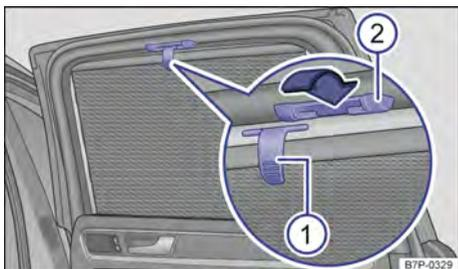

Fig. 126 No vidro traseiro direito: cortina de proteção solar.
- Puxar a cortina de proteção solar pela alça frontal → Fig. 126 ① totalmente para cima.
- Prender a barra retentora com ambos os olhais nos respectivos suportes ②. Verificar se a cortina de proteção solar estendida está encaixada seguramente em ambos os suportes ②.
- Para enrolar a cortina de proteção solar, pendurar em cima e conduzir para baixo com a mão para que ela retorne à sua base → ①.